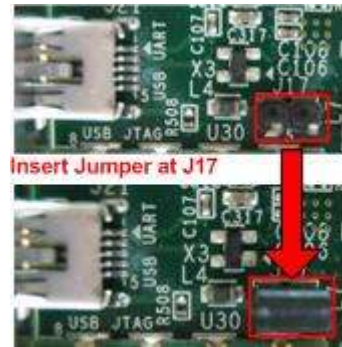

図 4-1: ZC706 のジャンパを装着し SFP+をイネーブルとする
- a) ZC706 ボードの設定を図 4-1～図 4-3 に示します。DIP スイッチとジャンパにて SFP+と USB-JTAG をイネーブルとします